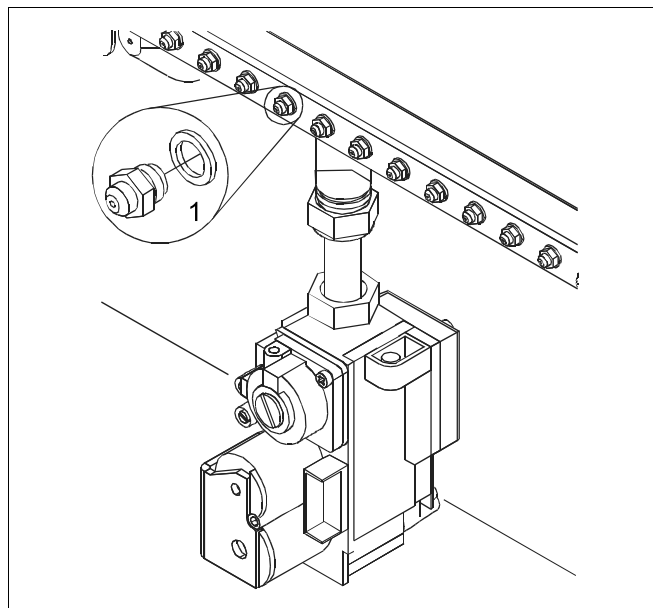

Рис. 49 Замена форсунок
- Демонтировать форсунки (рис. 49, поз. 1) горелки и установить форсунки с нужным диаметром, который соответствует новому виду газа (глава 7, стр. 50).